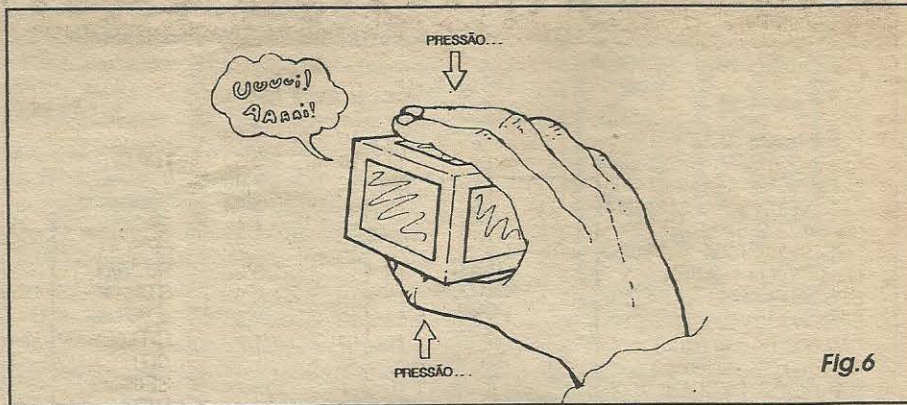

Fig. 6
- **FIG. 6 - FAZENDO DÓI-DÓI NO CUBÃO...** - Nessas alturas do campeonato, vocês já estarão com uma baita vontade de *fazer dói-dói no cubão*, não é...? É fácil (e a *coisa* foi estruturada de modo que, mesmo para uma pessoa *não avisada* dos procedimentos - e aí está a parte mais interessante - será praticamente intuitivo o modo de segurar o **CUBÃO** e gerar o efeito progressivo do *gemido*, cada vez mais agudo na medida da pressão exercida...!): ao segurar uma forma cúbica com as dimensões do **CUBÃO DÓI-DÓI**, é praticamente inevitável que a pessoa o faça na condição mostrada na figura, mantendo o polegar numa das faces do sólido, e três ou quatro dedos na *face oposta*...! Pela organização elétrica dos contactos, no interior, será então forçoso que se estabeleça um caminho resistivo (pela própria pele da pessoa, normalmente em valores que vão de 100K até mais de 1M...) através de um dos ramais (A-B-C) já mostrados (rever *esquema*, na **FIG. 1**). Assim que a pessoa pega o **CUBÃO**, este começa - imediatamente, a *gerner*, num tom mais ou menos grave e baixo (que variará muito, em função de qual conjunto de faces está sendo tocado, e da própria momentânea resistência da pele da mão da dita pessoa - que varia também em função da umidade ambiente, da idade da pessoa e do nível de transpiração presente na sua pele, etc.)... Se a pessoa mudar o cubo de posição na sua mão (agarrando-o por outro conjunto oposto de faces...), imediatamente o som também mudará (para mais grave ou para mais agudo...). Se for exercida pressão com a mão, *apertando* as faces do cubo, o tom do *gemido* também mudará, para uma frequência cada vez mais alta, até parecer um gritinho...! As manifestações serão